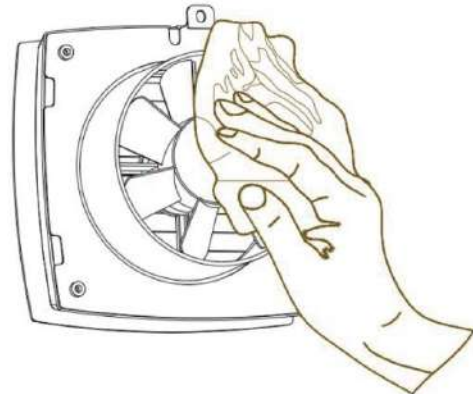

Fig.25
- Pulire le pale della girante (Fig. 25). Utilizzare una spazzola morbida, un panno o un aspirapolvere per pulire la girante. Non utilizzare acqua detersivi abrasivi, solventi, oggetti appuntiti. Le pale della girante devono essere pulite una volta all'anno.
- *Clean the impeller blades (Fig. 25). Use a soft brush, doth or a vacuum cleaner to clean the impeller. Do not use water abrasive detergents, solvents, sharp objects. The impeller blades must be cleaned once in year*